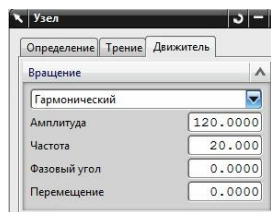
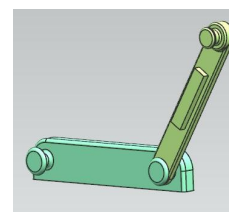

Рис.10
рис.14
- Если вы выбираете *Гармонический движитель*, то вам придется указать четыре параметра (рис.10). Применительно к нашему начальному примеру из первой части пособия (рис.14), цифры на рис.10 означают (относительно начального состояния механизма):